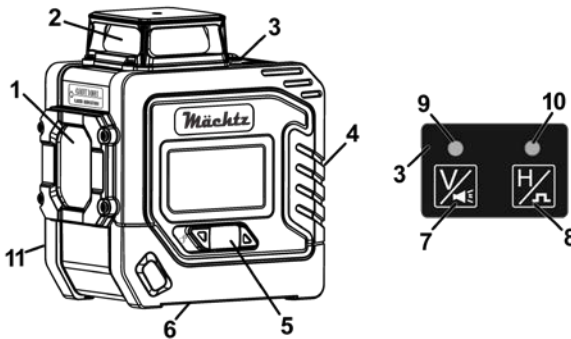
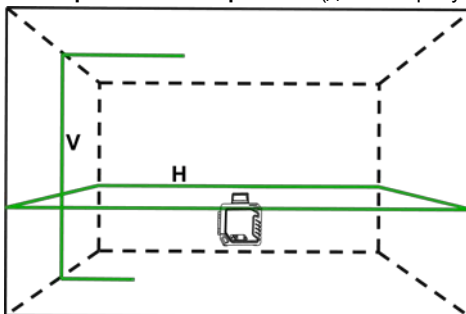

Рисунок 1
Рисунок 3
Перед встановленням або зняттям акумуляторної батареї завжди вимикайте прилад за допомогою клавіші блокування/розблокування маятникового механізму (5, рисунок 1) у положення . Для під'єднання акумуляторної батареї відкрийте кришку відсіку елемента живлення (4, рисунок 1), вставте акумуляторну батарею забезпечивши правильну полярність, та без додавання надмірного зусилля встановіть акумулятор і закрийте батарейний відсік кришкою. Для зняття акумуляторної батареї виконайте операції у зворотному порядку.
Заряджання лазерного рівня виконується через роз'єм типу Type-C кабелем, який під'єднується до роз'єму USB-A мережевого адаптера. Акумуляторна батарея має захист від перезарядження, заряджається автоматично протягом 4-5 годин. Після закінчення процесу заряджання витягніть зарядний пристрій з мережі та витягніть кабель зарядки з порту заряджання (11, рисунок 1).
3.4 Схематичне зображення спроектованих променів (дивіться рисунок 3)
3.5.1 Встановіть прилад між двома стінами на відстані 5 метрів на штатив або встановіть його на тверду рівну поверхню. Увімкніть лінійний лазер (розблокуйте маятниковий механізм приладу, перемістивши клавішу блокування маятникового механізму (5, рисунок 1) вправо). Зачекайте, поки промінь автоматично вирівнюється та позначте точки перетину лазерної лінії («a1» та «b1») на стінах «А» та «В» (рисунок 3).
- перевірте роботу перемикача блокування маятникового механізму (5, рисунок 1), вона повинна бути чіткою, без заїдань;
4.1.2 Розблокуйте маятниковий механізм приладу, перемістивши клавішу блокування маятникового механізму (5, рисунок 1) вправо (у бік значка .
4.1.3 Увімкніть необхідні лазерні лінії відповідними кнопками (7 і 8, рисунок 1):
- натисніть короткочасно кнопку відбудови вертикальної лінії «V» (7, рисунок 1);
- натисніть короткочасно кнопку відбудови горизонтальної лінії «H» (8, рисунок 1);
4.1.5 Для вимкнення приладу переведіть клавішу розблокування маятникового механізму (5, рисунок 1) вліво.
- перемістіть клавішу блокування маятникового механізму (5, рисунок 1) у бік значка .
- натисніть понад дві секунди кнопку відбудови вертикальної лінії «V» (7, рисунок 1):
- вимкнення режиму побудови похилих ліній виконується короткочасним натисканням понад дві секунди кнопку відбудови вертикальної лінії «V» (7, рисунок 1).
4.2.4 Для вимкнення приладу переведіть клавішу розблокування маятникового механізму (5, рисунок 1) вліво.
4.3.2 Розблокуйте маятниковий механізм приладу, перемістивши клавішу блокування маятникового механізму (5, рисунок 1) вправо (у бік значка .
- натисніть протягом двох секунд кнопку відбудови горизонтальної лінії «Н» (8, рисунок 1);
- контролюйте імпульсний режим за допомогою індикатора червоного кольору (10, рисунок 1)